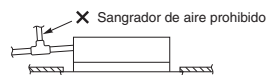

Fig. 3-11
- No instale un sangrador de aire porque podría provocar la salpicadura de agua por la salida del tubo de drenaje. (Fig. 3-11)